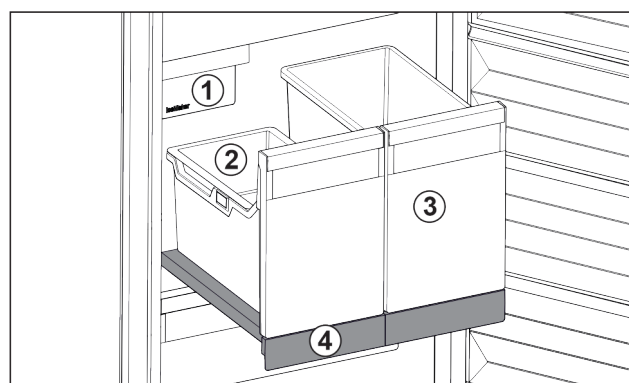

Fig. 98 带 IceTower 的拉出式搁板
(2) 冰块挂盘
拉出式搁板上有两个高容器 (IceTower)。来自 IceMaker 的冰块被收集并储存在容器 Fig. 98 (2) 中。容器 Fig. 98 (3) 适合存放较高的食物，例如比萨或酒精饮料。